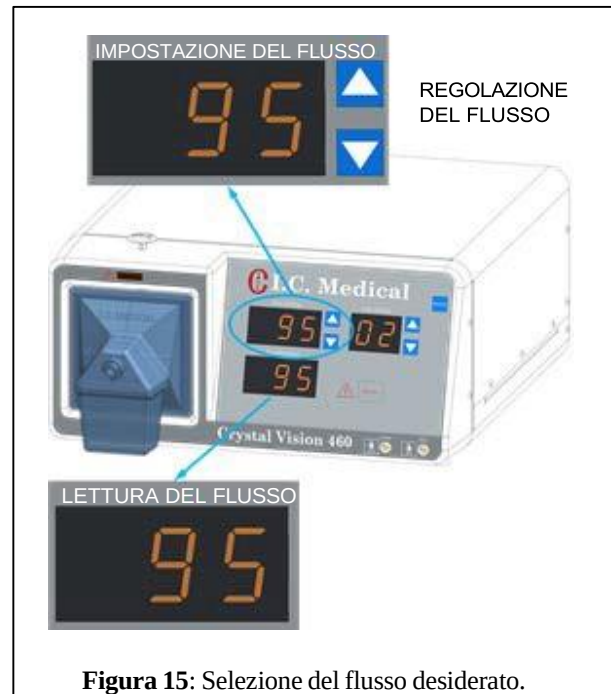

Figura 15: Selezione del flusso desiderato.
6. I pulsanti di controllo per l'IMPOSTAZIONE DEL FLUSSO (Figura 15) impostano il flusso massimo desiderato dal chirurgo. Questo valore è indicato nel display IMPOSTAZIONE DEL FLUSSO.
7. La LETTURA DEL FLUSSO (Figura 15) registra la quantità di gas e vapore che effettivamente fluisce in un dato momento. Questo valore dovrebbe essere zero quando la pompa a vuoto è spenta.